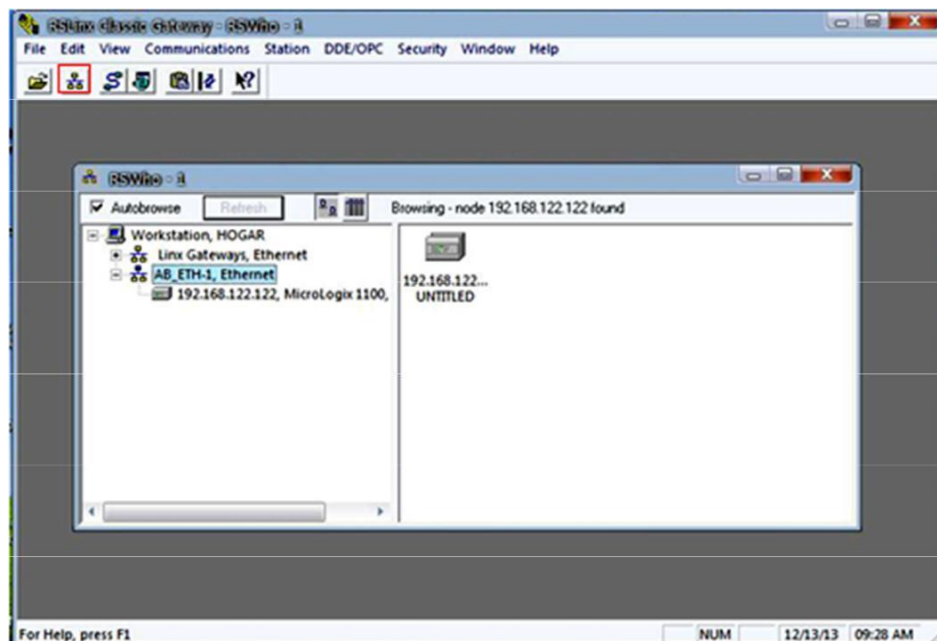
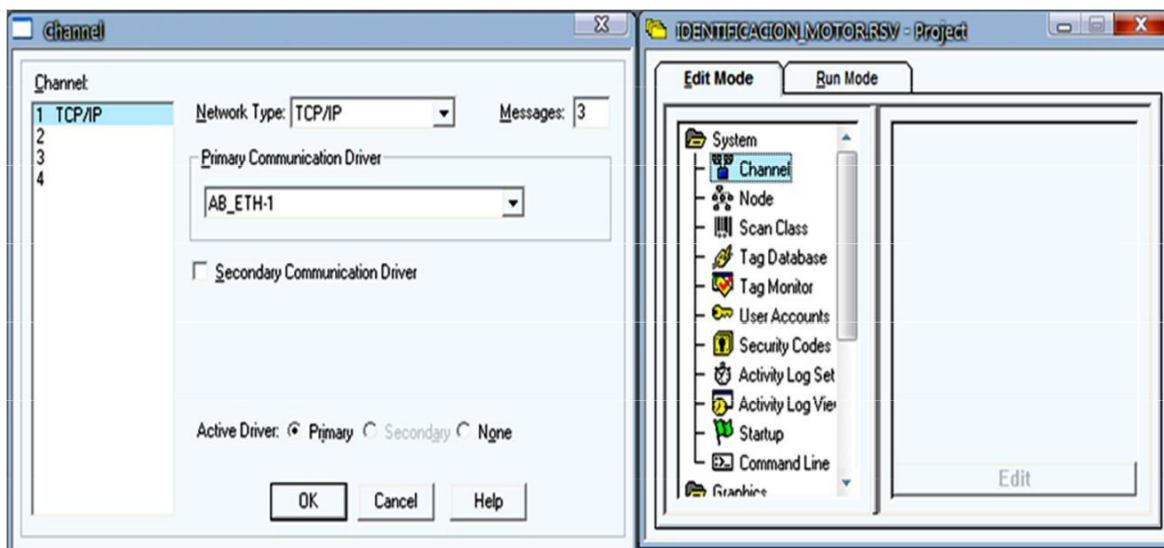

Figura 15. Sincronización entre PLC y estación maestra.
Figura 18. Configuración del supervisorio
- d. Finalmente se verifica desde *RSWho* (link en la parte superior de la paleta ver figura 18) si efectivamente el PLC ha quedado configurado correctamente y esta comunicado directamente con la estación maestra. Véase figura 15.
- En la ventana emergente (IDENTIFICACIÓN\_MOTOR) ir a la pestaña system como lo muestra la figura 18
- Se debe verificar el canal de comunicaciones entre el supervisorio y el PLC, para esto se da clic sobre Channel y configurar como lo indica la figura 18